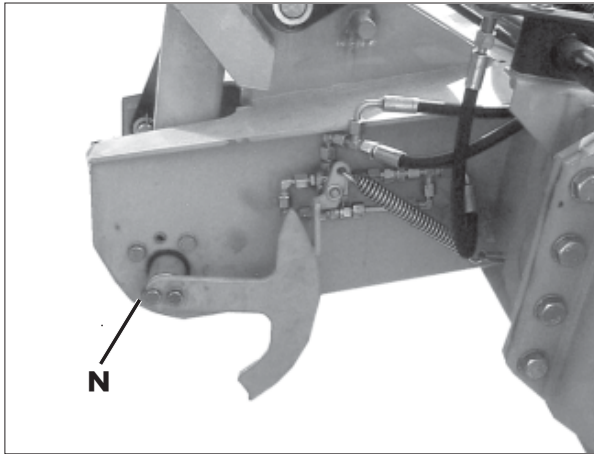

Fig. 3-10
Mettre la pièce de commande en position centrale. Il est possible de déplacer la pièce de commande dans les trous oblongs afin de modifier le moment de commande. Fixer le graisseur (N) (fig. 3-10). Utiliser le contenu du sac V pour ces travaux.